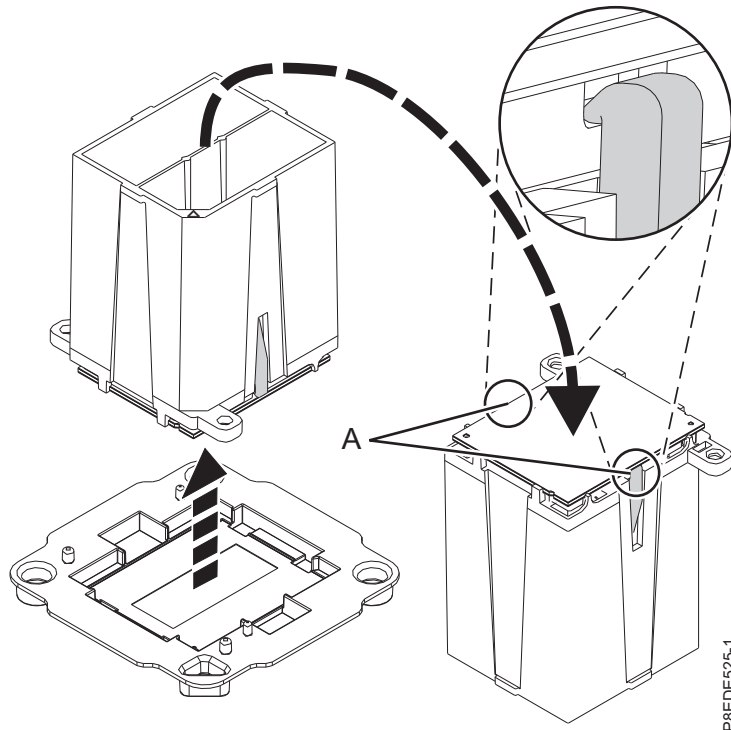

Abbildung 12. Vorbereiten der Installation des Systemprozessormoduls
- b. Stellen Sie sicher, dass beide Backen (A) das Systemprozessormodul zuverlässig sichern, siehe Abb. 12.